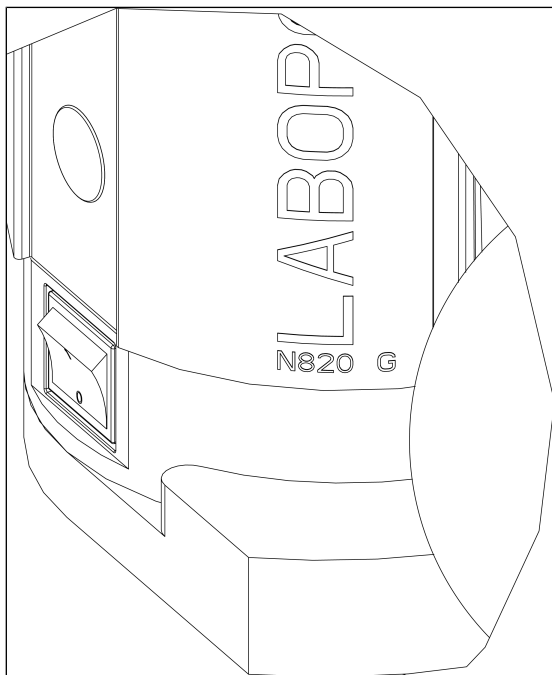

Fig. 7: Conexión y desconexión del sistema de vacío con interruptor de alimentación
- Conectar el sistema de vacío con el interruptor de alimentación (ver Fig. 7).